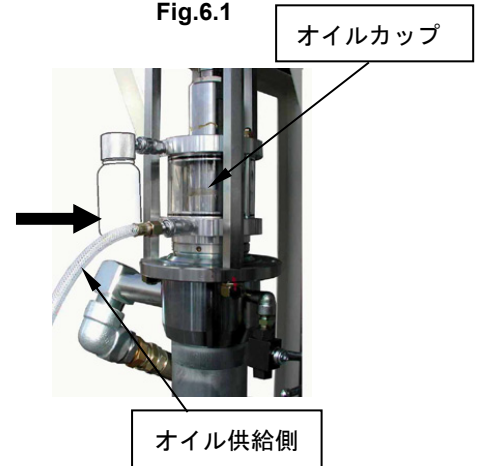

Fig.6.2
- 2) オイル供給ハンドポンプ HOP-20W（オプション）からのホースを下側カプラーに接続してください。(Fig.6.2)
- 4) 充填後、ホースを取り外してください。(Fig.6.2)